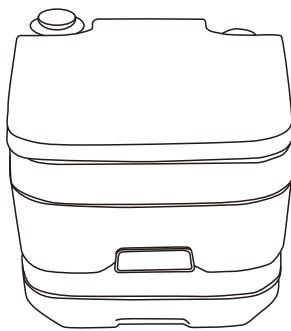

Figura 1
- Se adapta a la mayoría de los espacios compactos de 295 mm x 355 mm x 420 mm (figura 1)